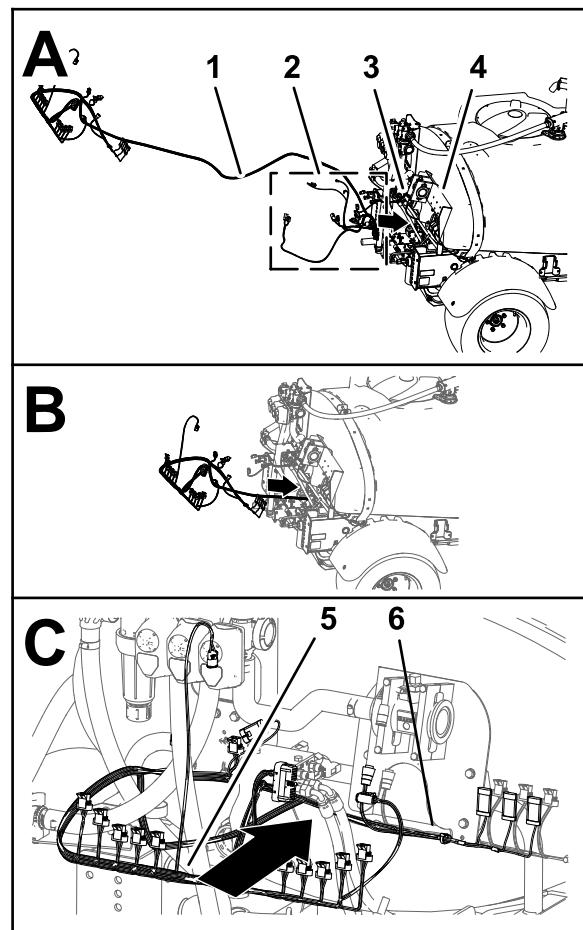
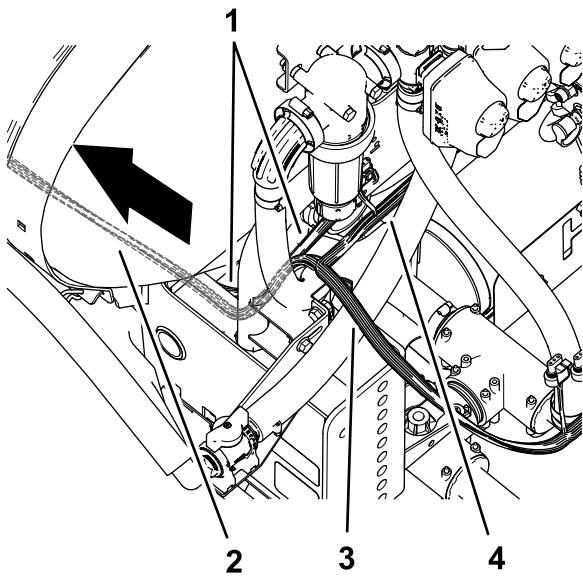

Figura 78
Figura 79
2. Disponete le diramazioni di 84 cm, 60 cm e 66 cm del cablaggio preassemblato del kit sul lato sinistro della macchina, lungo il cablaggio preassemblato della macchina (Figura 78 e Figura 79).